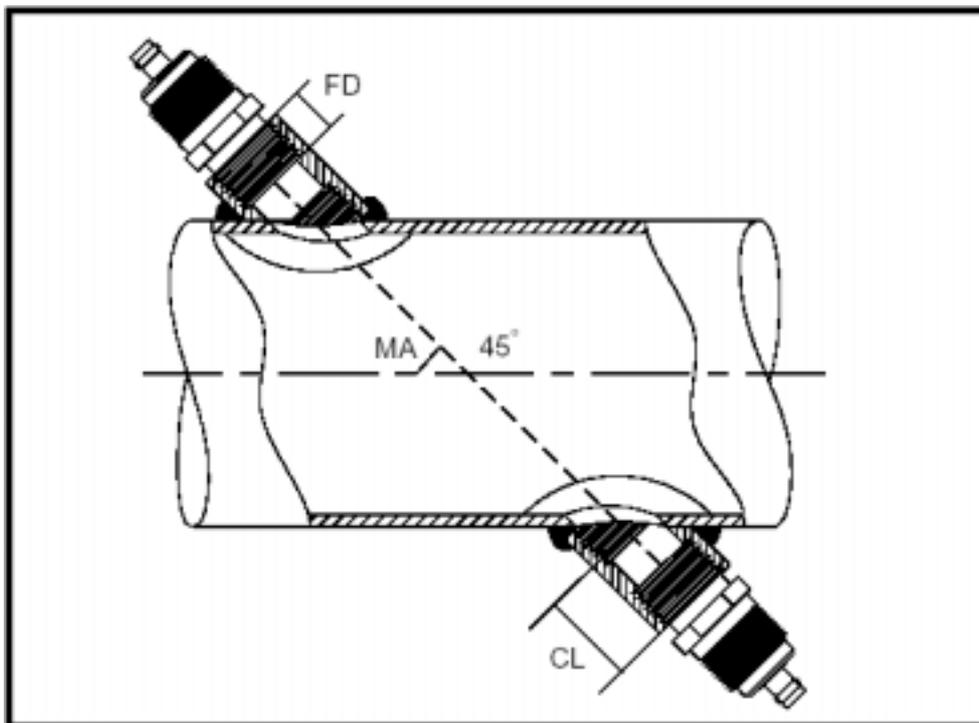

Figure B-2 : Détermination de la longueur d'accouplement du Canalisation
- l'épaisseur de la paroi (WT)
- la longueur du montage de couplage installé (CL)
- la longueur de la face avant des capteurs (FD)
- l'angle de montage (MA)
Utiliser la figure B-2 ci-dessous pour mesurer correctement la longueur de couplage. Typiquement, la face avant du capteur est placé juste en dehors du diamètre intérieur (ID) du Canalisation, ou légèrement rétracté à l'intérieur du couplage.